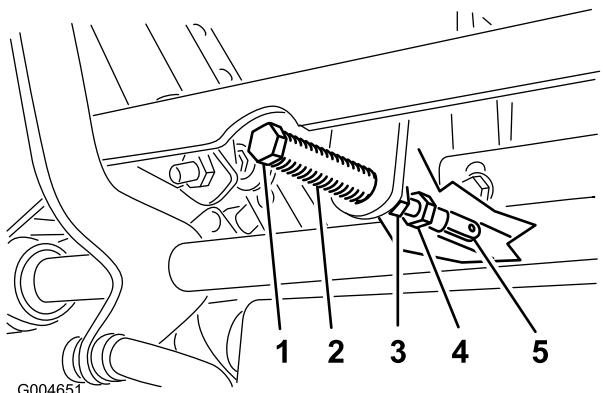

Figura 56
5. Tirate indietro la leva finché il cavallotto con testa (sul braccio sottostante l'albero di articolazione) non tocca l'estremità della scanalatura (iniziate a premere sulla molla) (Figura 56).
7. Se occorre regolare, allentate il dado e il controdado contro la forcella (Figura 56).
8. Premete leggermente indietro la leva di comando del movimento e girate la testa del bullone di regolazione nella direzione opportuna finché la leva di comando non si trova al centro, in posizione di bloccaggio in folle (Figura 56).
9. Serrate il dado e il controdado (Figura 56).
10. Serrate i controdadi dei giunti a sfera (Figura 56).